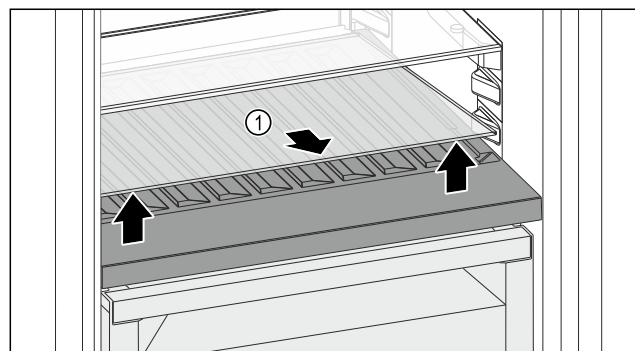

Fig. 129
- ▶ Glasplatte Fig. 129 (1) an der Aussparung vorne anheben und herausnehmen.
- ▶ Glasplatte Fig. 129 (1) außerhalb des Geräts sicher aufbewahren.
- ▶ Glasplatte (2) unter der variablen Flaschenablage einlegen.